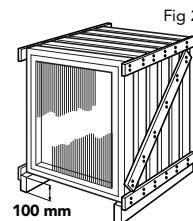

Fig 2
- fönstren skall placeras på höggkant på plant underlag minst 100 mm över golvet, och så att beslagen inte skadar övriga fönster, se fig 2.